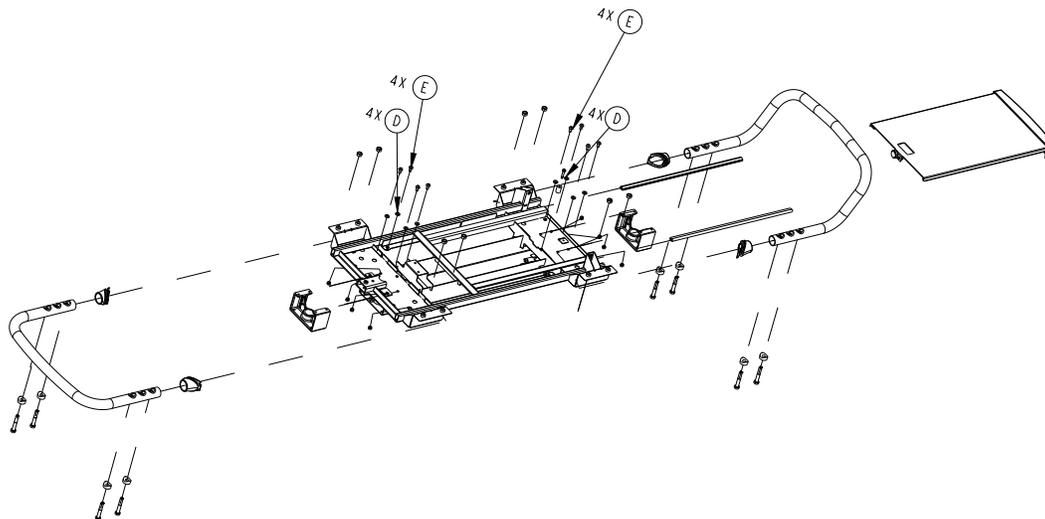

Figure 14 – Support de la nacelle supérieure
2. À l'aide d'une clé Torx T15, retirer les huit vis (E) et les rondelles (D) qui fixent les colonnes aux supports de fixation (Figure 14). Conserver les vis et les rondelles.